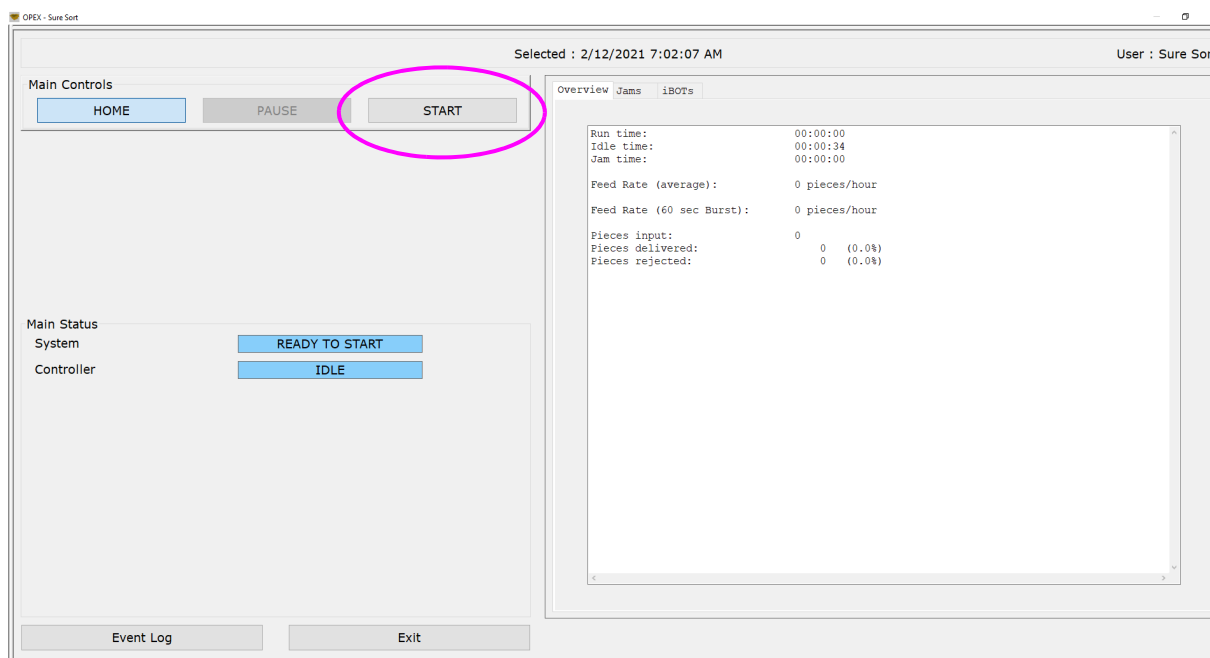

Figure 1-27: Tela de Execução da Hospedagem OPEX
1. Na Tela de Execução da Hospedagem OPEX, clique em **INICIAR** (consulte Figure 1-27). Nesse ponto, os transportadores irão iniciar a execução e os iBOTs farão um ciclo, para que mantenham sua carga na preparação para a entrega de itens nas caixas.